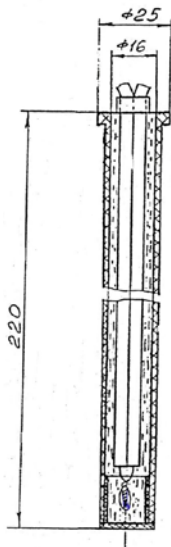

Рис.1. МТ 16
1.2. Конструкция муфт и их размеры приведены на рис. 1, 2, 3.